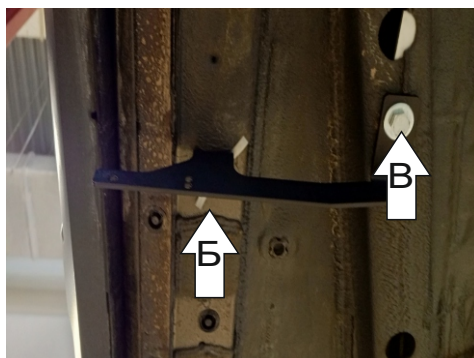

Рис. 3
3. Установить средние кронштейны к установленным гайкам закладным, используя соответствующие болты M8x30 с шайбами 8 ув., *втулки 6 мм для Haval Jolion* и M10x30 с шайбами 10 ув., *втулками 6 мм для Haval Jolion*.(Рис. 3)